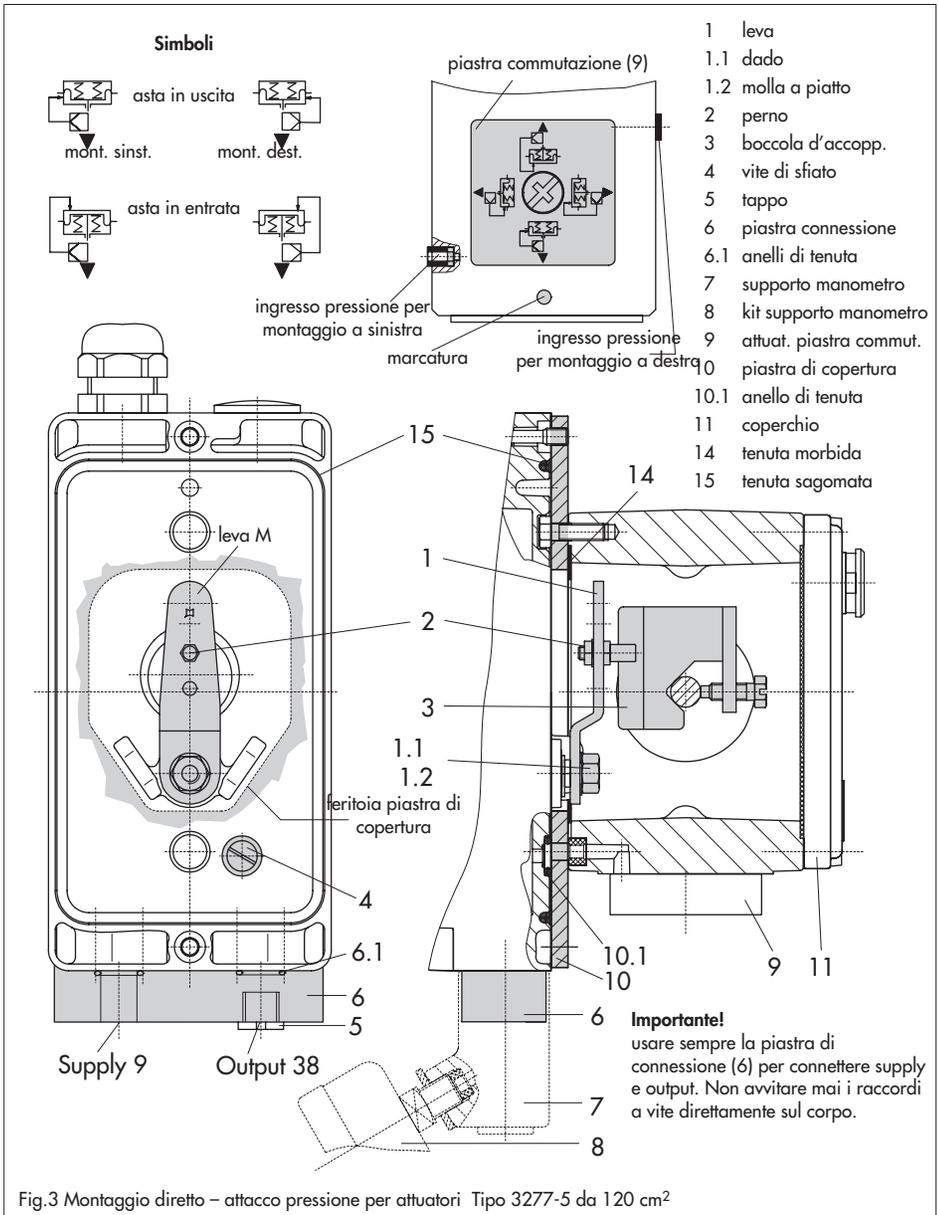

Fig.3 Montaggio diretto – attacco pressione per attuatori Tipo 3277-5 da 120 cm²
4. Fissare la piastra di copertura (10) con la parte più stretta della sezione (fig.3 a sinistra) nella direzione dell'attacco di pressione. Assicurarsi che la tenuta morbida (14) sia rivolta verso il castello dell'attuatore
5. **Corsa 15 mm:** mantenere il perno (2) sulla leva **M** (1) nella parte posteriore del posizionario sulla posizione **35** (standard).